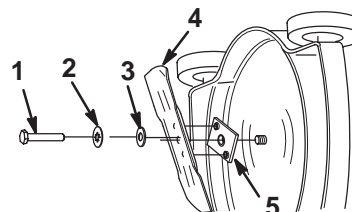

Figure 26
1. Enlevez le boulon de la lame (Fig. 26).
2. Enlevez la lame du dispositif d'entraînement (Fig. 26).